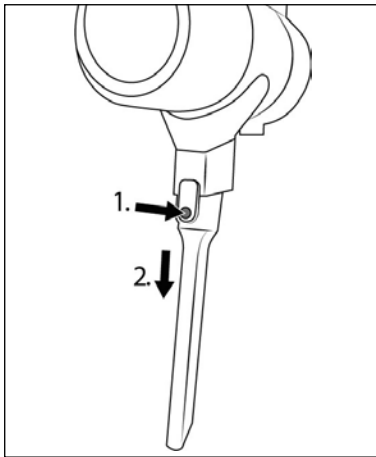

Abb. 14
- ◆ Zum Entfernen des Zubehörs halten Sie die Entriegelungstaste am Zubehör gedrückt und ziehen Sie dann das Zubehör vom Saugrohr 23 oder von der Saugöffnung des Gerätes ab (siehe Abb. 14).